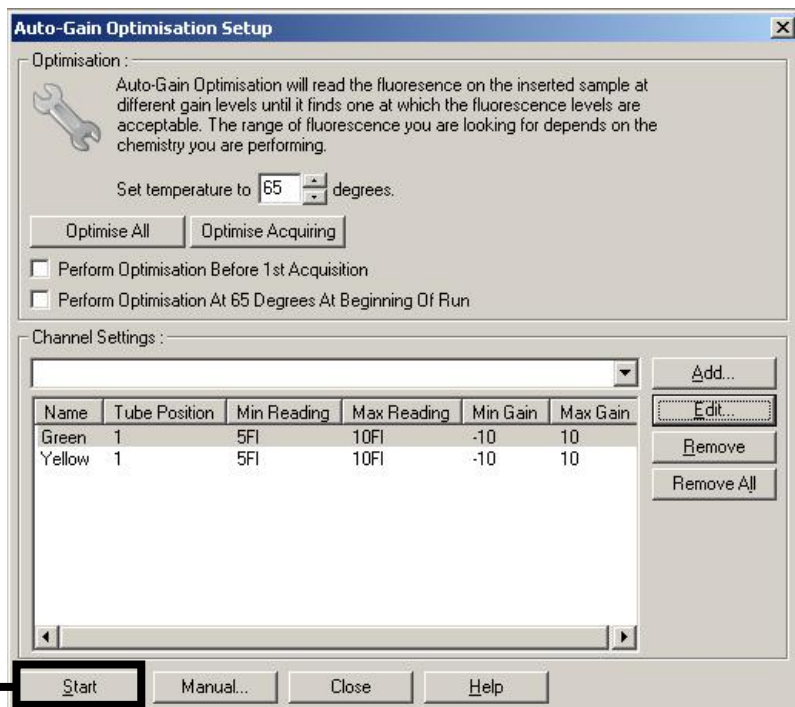

図 3.ゲイン最適化の開始
3. [Start (開始)] をクリックして、最初の artus アッセイのためのゲイン最適化を開始します (図3)。